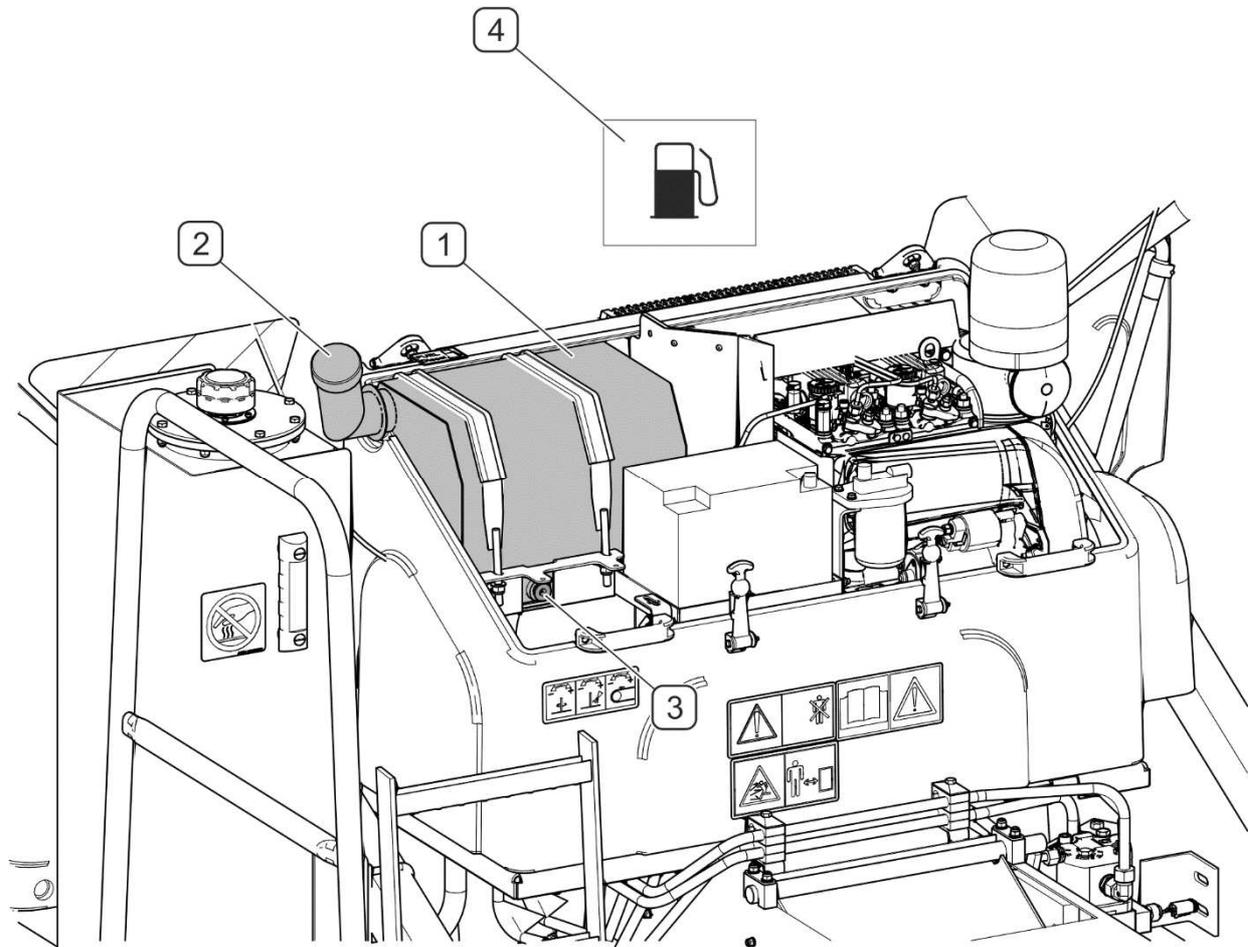

ABBILDUNG 4.2 Kontrolle des Kraftstoffvorrats
- Wenn nach dem Einschalten des Pults auf der Anzeige die Kontrollleuchte „Niedriger Kraftstoffstand“ (4) (ABBILDUNG 4.2) aufleuchtet, muss Kraftstoff nachgefüllt werden.